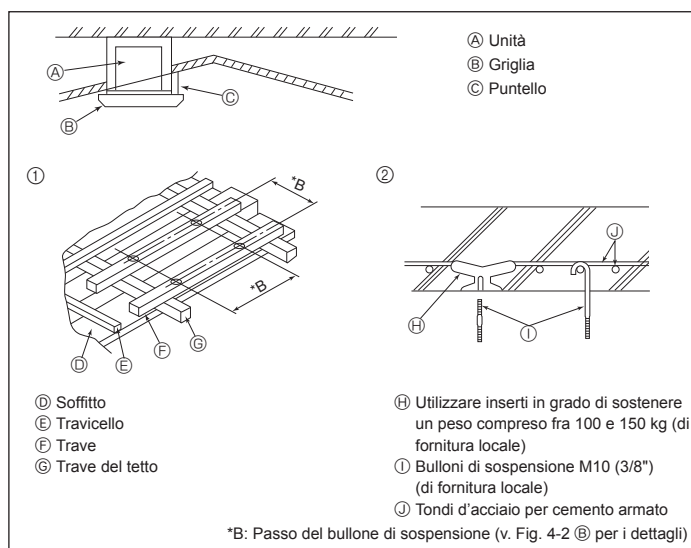

Fig. 4-4
4.4. Sospensione dell'unità su strutture diverse (Definizione delle caratteristiche delle varie strutture) (Fig. 4-4)